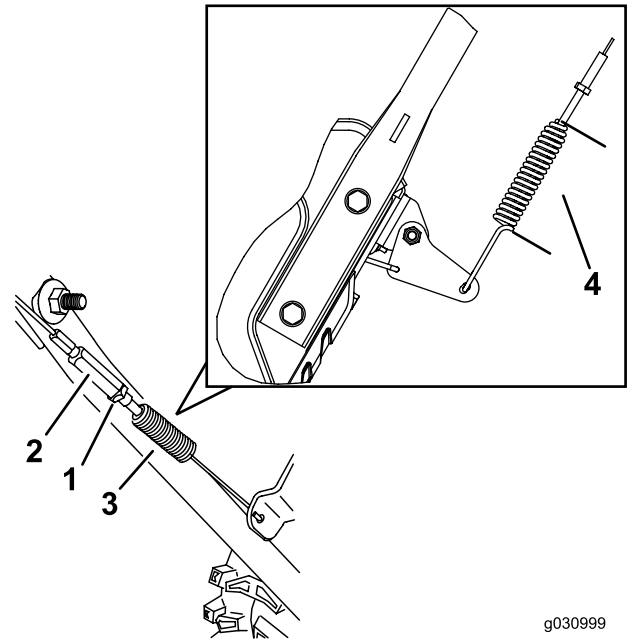

Figure 30
3. Desserrez ou serrez le tendeur pour régler la longueur du ressort à 5,5 cm (2-3/16 po), comme montré à la Figure 30.
4. Serrez l'écrou de blocage (Figure 30) en vérifiant que le câble est légèrement tendu.